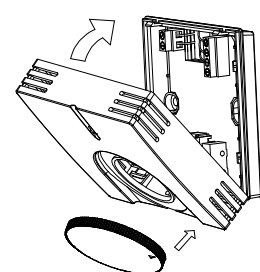

Bild 4
- Jetzt das Reglergehäuse wieder vorsichtig unten aufsetzen und dann nach oben einrasten (s. Bild 4).